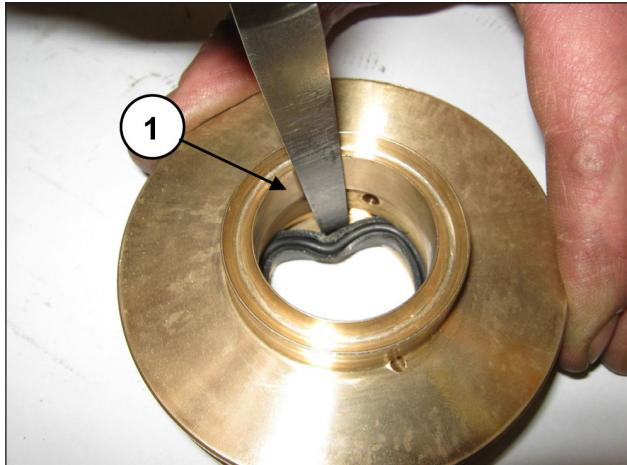

Fig. 176
Para remover a junta de baixa pressão, é necessário usar um medidor de espessura ou uma ferramenta que não danifique o local do suporte da junta (pos. ①, Fig. 176).